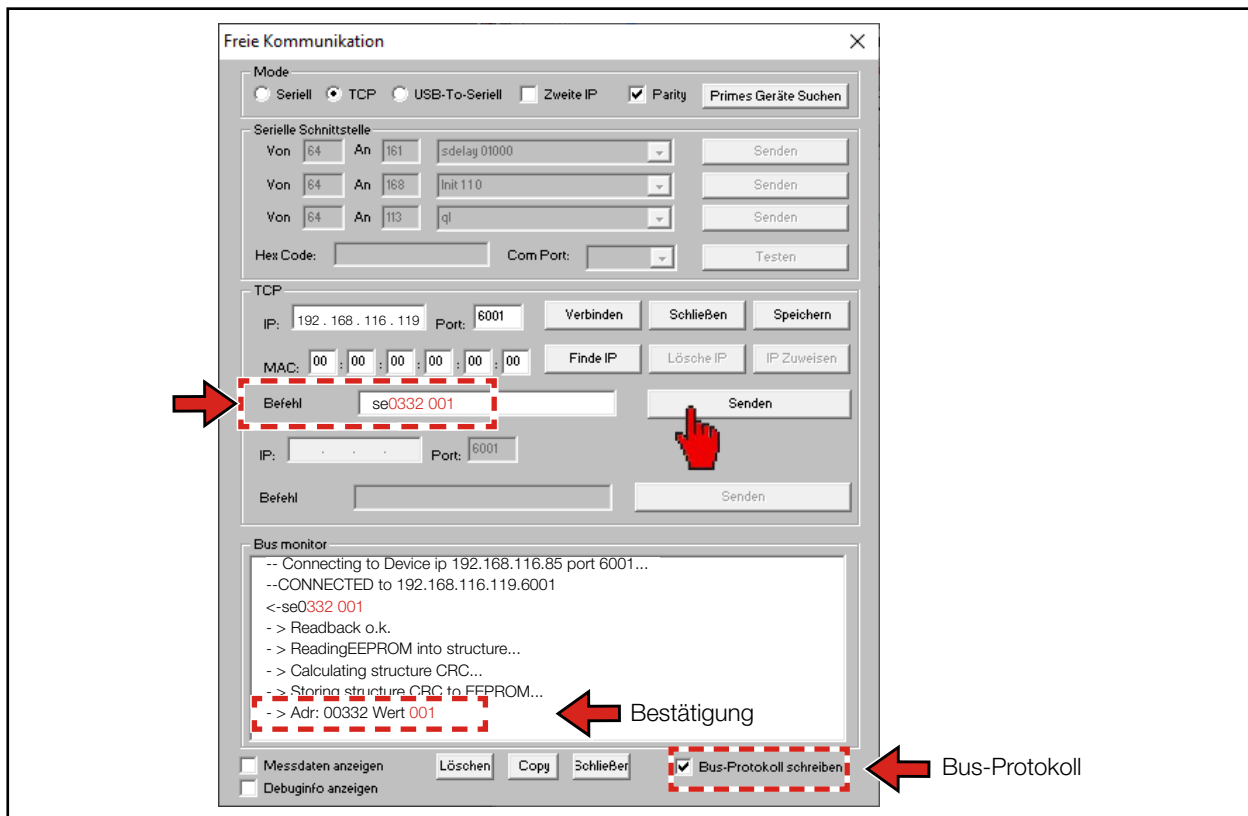

Abb. 9.4: DHCP im Dialogfenster **Freie Kommunikation** aktivieren
8. Klicken Sie auf die Schaltfläche **Senden** und warten Sie die Bestätigung im Busmonitor ab (siehe Abb. 9.4 auf Seite 42 „- > Adr:0332 Wert: 001“)